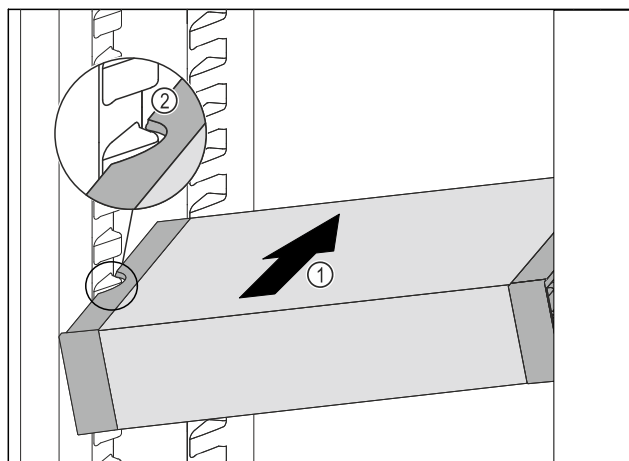

Fig. 80
- ▶ VarioSafe zasúvajte šikmo do chladničky Fig. 80 (1), kým sa bočné vybrania Fig. 80 (2) VarioSafe nebudú nachádzať vo výške rebra nádoby v chladničke.